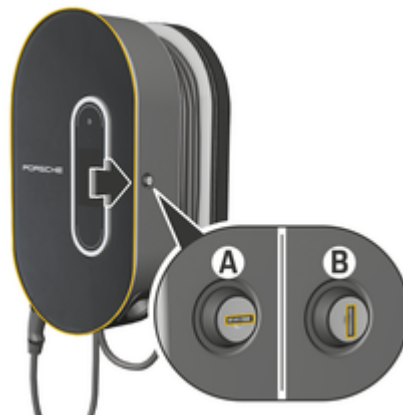

Fig. 32: Station de recharge
- ▶ Tournez le verrou à la position **A** (Fig. 32).
- ▶ Enfoncez le verrou en position **B** (Fig. 32).